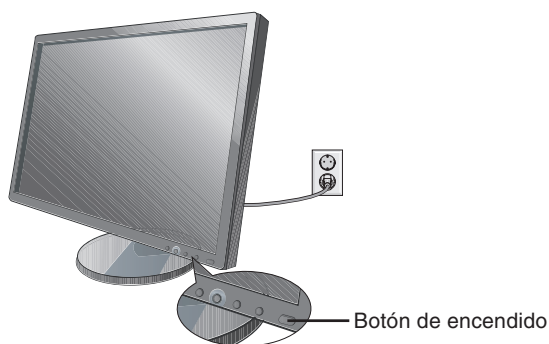

Figura C.1
6. Conecte el cable de alimentación a la toma de corriente (**figura C.1**).
7. Encienda el monitor y el ordenador con el botón de encendido (**figura C.1**).